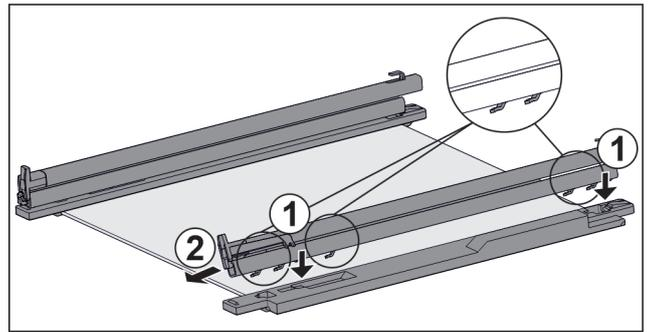

Fig. 130 Tablette en verre avec rails et pièces de retenue
- ▶ Placer les crochets du rail sur les ouvertures de la pièce de retenue de **gauche**. Fig. 130 (1)
- ▶ Tirer le rail vers l'avant. Fig. 130 (2)
- ▶ Placer les crochets du rail sur les ouvertures de la pièce de retenue de **droite**. Fig. 130 (1)